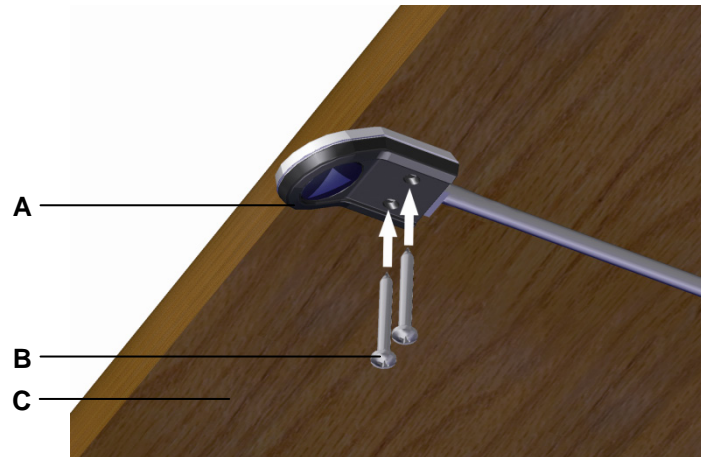

Abbildung 17 Beispiel: Montage des Bedienelements Motion Assist
Das Bedienelement Motion Assist wird mit zwei Schrauben unter dem Tisch (an der Tisch-Vorderkante) montiert, wie in Abbildung 17 gezeigt.
- ▶ Beispiel: Verwenden Sie Schrauben (B in Abbildung 17) nach DIN 7981 mit \varnothing 3,9 mm und geeigneter Länge (10 mm + Einschraubtiefe in den Tisch), Schraubenkopf: \varnothing 7,5 mm.